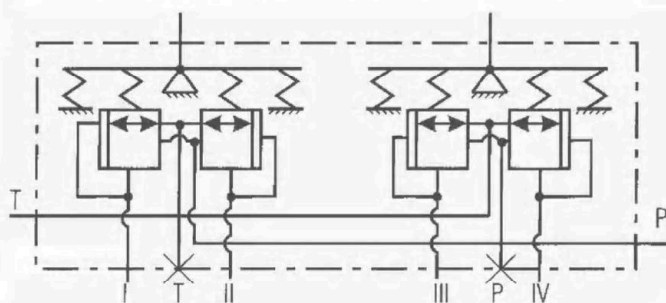

Рис. 10.7.2 Блок управления с двумя рычагами и шариковым фиксатором
2. Блок управления 101ВН-03 (рис. 10.7.2) - двухзолотниковый с двумя рычагами управления. Имеют функцию фиксации рычагов в крайних и нейтральных положениях с помощью шарикового фиксатора. Данный блок управления используется при включении хода экскаватора-перегрузателя вперед-назад, одной рукояткой рис.4.1.1 поз.2.